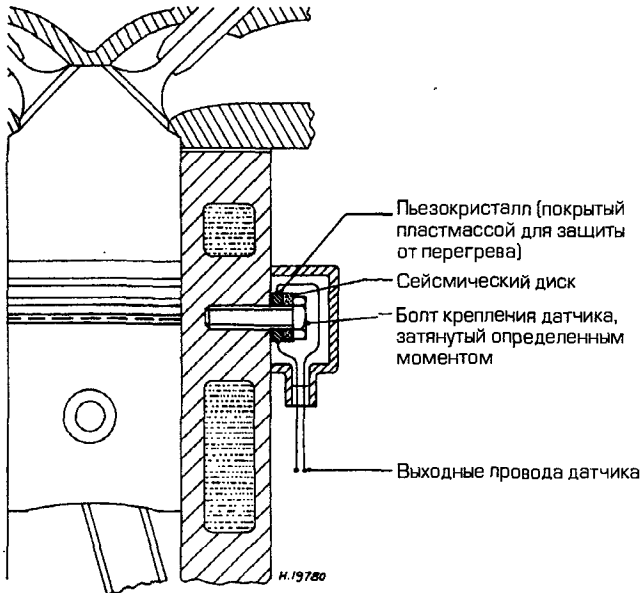

Рис. 6.91. Датчик детонации на пьезокристалле
2. Детонация обнаруживается с помощью датчиков ускорения, основой которых может служить пьезоэлектрический преобразователь. Такой датчик представляет собой кварцевую пластинку, закрепленную в подходящем месте на блоке цилиндров, и прижатую снаружи массивным диском (называемым сейсмическим диском) — см. рис. 6.91. Пьезодатчик генерирует электрическое напряжение, пропорциональное изменению механического напряжения на его поверхностях. При детонации вибрация блока цилиндров достигает такого значения, при котором диск, прижатый к датчику, начинает с большой частотой сжимать пластинку кварца, в результате чего на ее гранях появляется переменное электрическое напряжение.